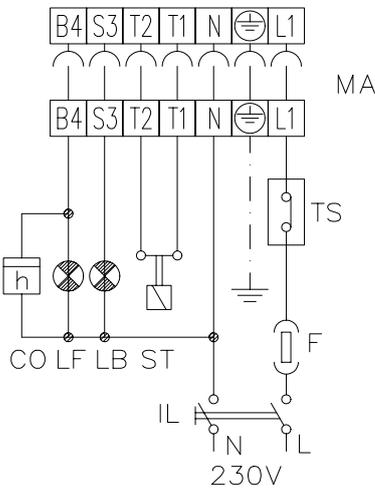
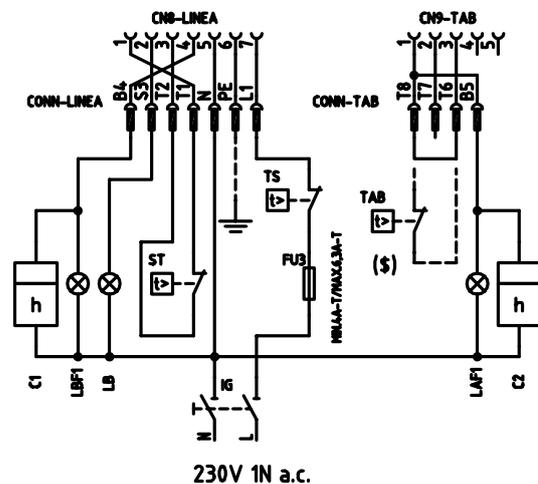

Рис. 7 - Одноступенчатые горелки
Рис. 8 - Двухступенчатые горелки
- выполните электрические подключения к клеммной коробке подачи питания по схеме на Рис. 7-Рис. 8;